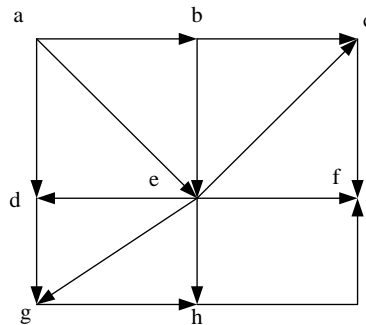

Рис. 3
3. Для направленного графа электрической сети, показанного на рис.3, выделить дерево и хорды, пронумеровать ветви, составить матрицы  $\mathbf{M}$ ,  $\mathbf{N}$ ,  $\dot{\mathbf{Y}}$  (последняя – в общем виде).